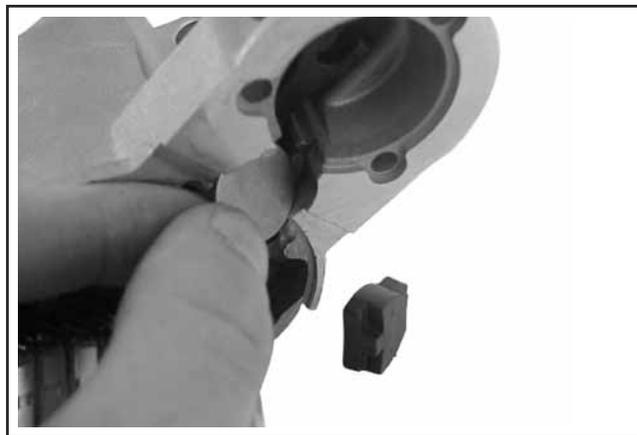

Figura 8-36. Retirar o Mancal de Articulação e a Placa de Reforço.
7. Retire o mancal de articulação da alavanca do accionamento e a placa de reforço da tampa terminal. Consulte a Figura 8-36.